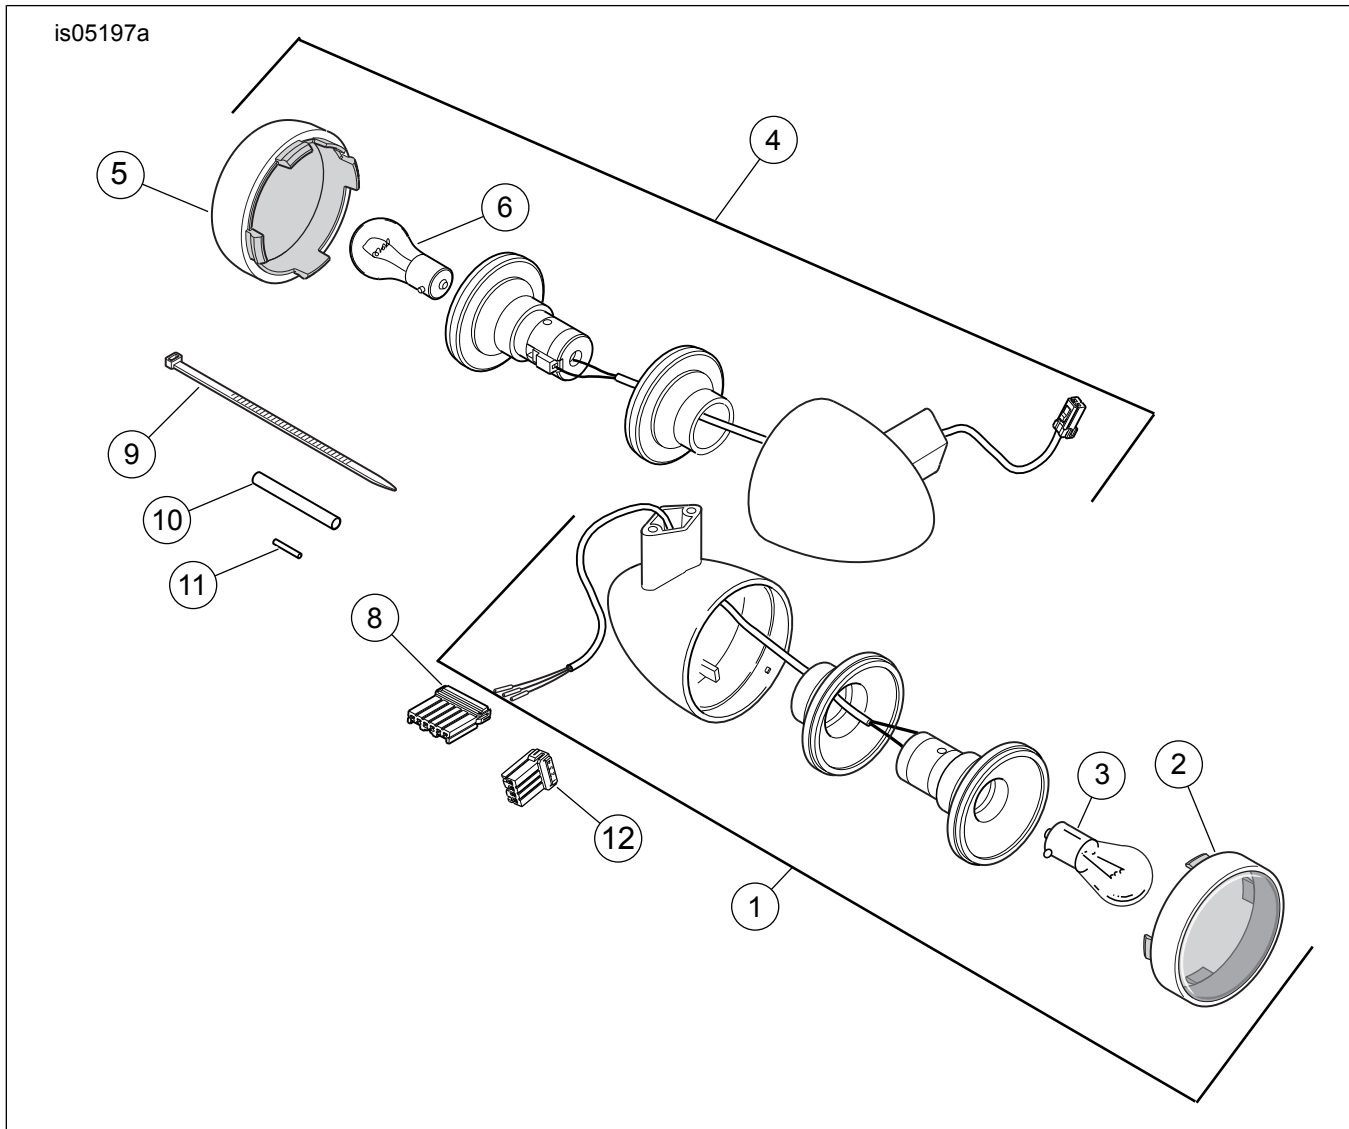

Figura 1. Piezas de servicio: kit de soporte de taco apoyapiés del pasajero
Vea la Figura 1 y la Tabla 1.
1. Vea la Figura 1. Instale la pieza de soporte del taco apoyapiés (7) en el lado izquierdo de la estructura con la ayuda del tornillo (1). Apriete a 47,4–61 N·m (35–45 ft-lbs).
2. Instale el soporte del taco apoyapiés (6) en la pieza de soporte con el tornillo (2). Alinee el soporte a un ángulo de 10 a 15 grados de la vertical a la parte trasera de la estructura y apriete a 47,4–61 N·m (35–45 ft-lbs).
3. Instale el taco apoyapiés (A) en el soporte con la arandela de presión (5), (lado plano orientado hacia el soporte) e inserte el pasador de horquilla a través del soporte y el taco apoyapiés y sujete el anillo de retención a la horquilla.
4. Repita los pasos 2 y 3 para instalar el taco apoyapiés del lado derecho en la pieza de soporte del silenciador, como se muestra en la Figura 1.